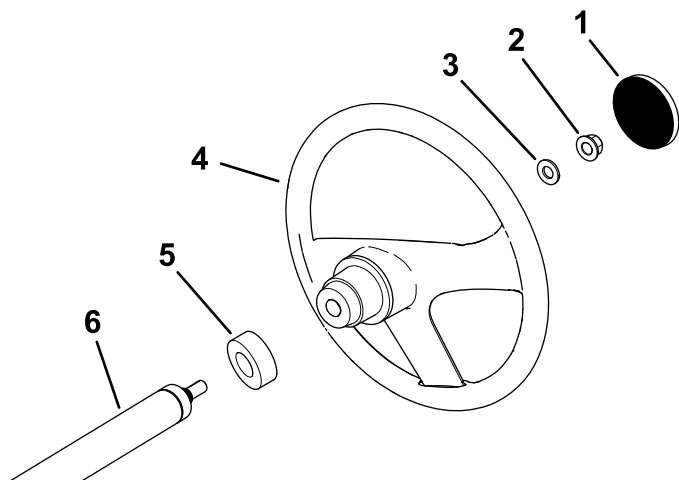

Bild 3
- Nehmen Sie die Abdeckung (falls vorhanden) von der Nabe des Lenkrads ab (Bild 3).
- Entfernen Sie die Sicherungsmutter (1/2") von der Lenkwelle (Bild 3).
- Schieben Sie das Lenkrad, die Staubabdeckung und die Scheibe (1/2") auf die Lenkwelle (Bild 3).
- Befestigen Sie die Abdeckung am Lenkrad (Bild 3).